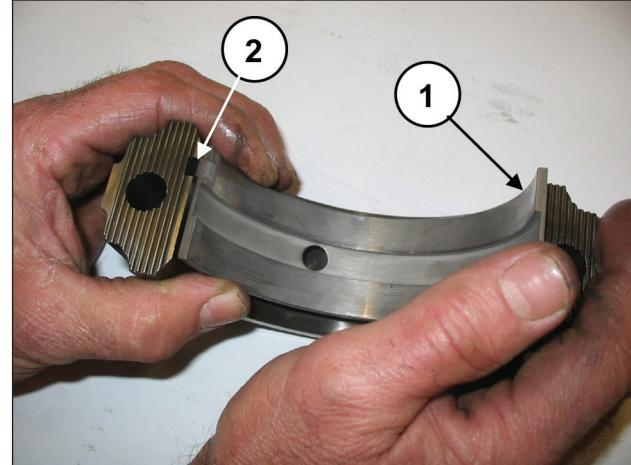

Fig. 59
Monter les demi-coussinets inférieurs sur les chapeaux (rep. ②, Fig. 59) en s'assurant que la languette de repère des demi-coussinets se trouve dans son logement sur le chapeau (rep. ②, Fig. 59).